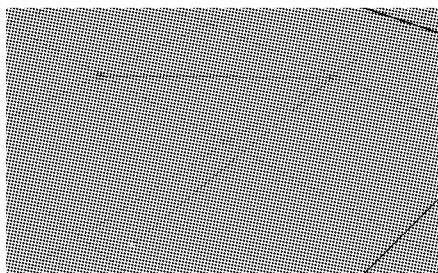

图 3-4 第 2 条 Hull 线
(4) 单击创建第 3 个可控点,产生第 2 个可控点与第 3 个可控点的 Hull 线,如图 3-4 所示。